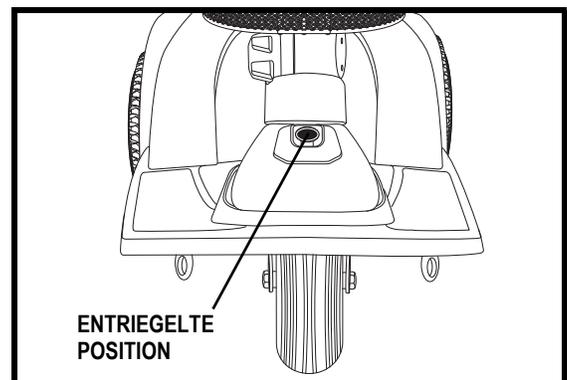

Abb. 20A. Lenkersicherungshebel (Entriegelt)
9. Entsichern Sie das Vorderrad, indem Sie den Lenkersicherungshebel 90° gegen den Uhrzeigersinn drehen. **Siehe Abb. 20A.**